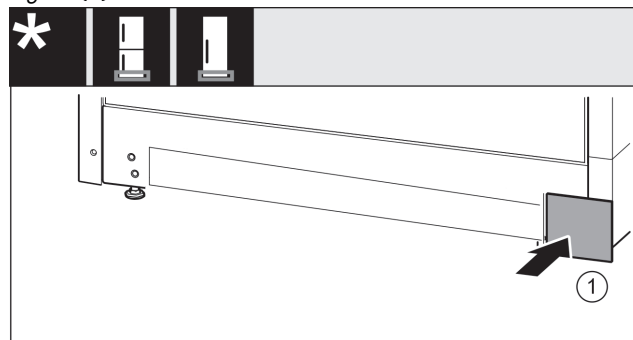

Fig. 17
- ▶ Așezați apărătoarea din nou pe cealaltă parte. Fig. 17 (1)